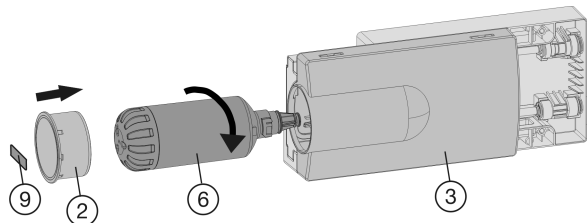

Fig. 63
- ▶ Coloque la tapa del cajón Fig. 63 (3).
- ▶ Coloque el filtro de agua Fig. 63 (6) y gírelo unos 100° hacia la derecha hasta que haga tope.
- ▶ Introduzca la tapa del filtro Fig. 63 (2).
- ▶ Anote la fecha de la próxima sustitución en la etiqueta adhesiva Fig. 63 (9) suministrada y pegue dicha etiqueta en el módulo.